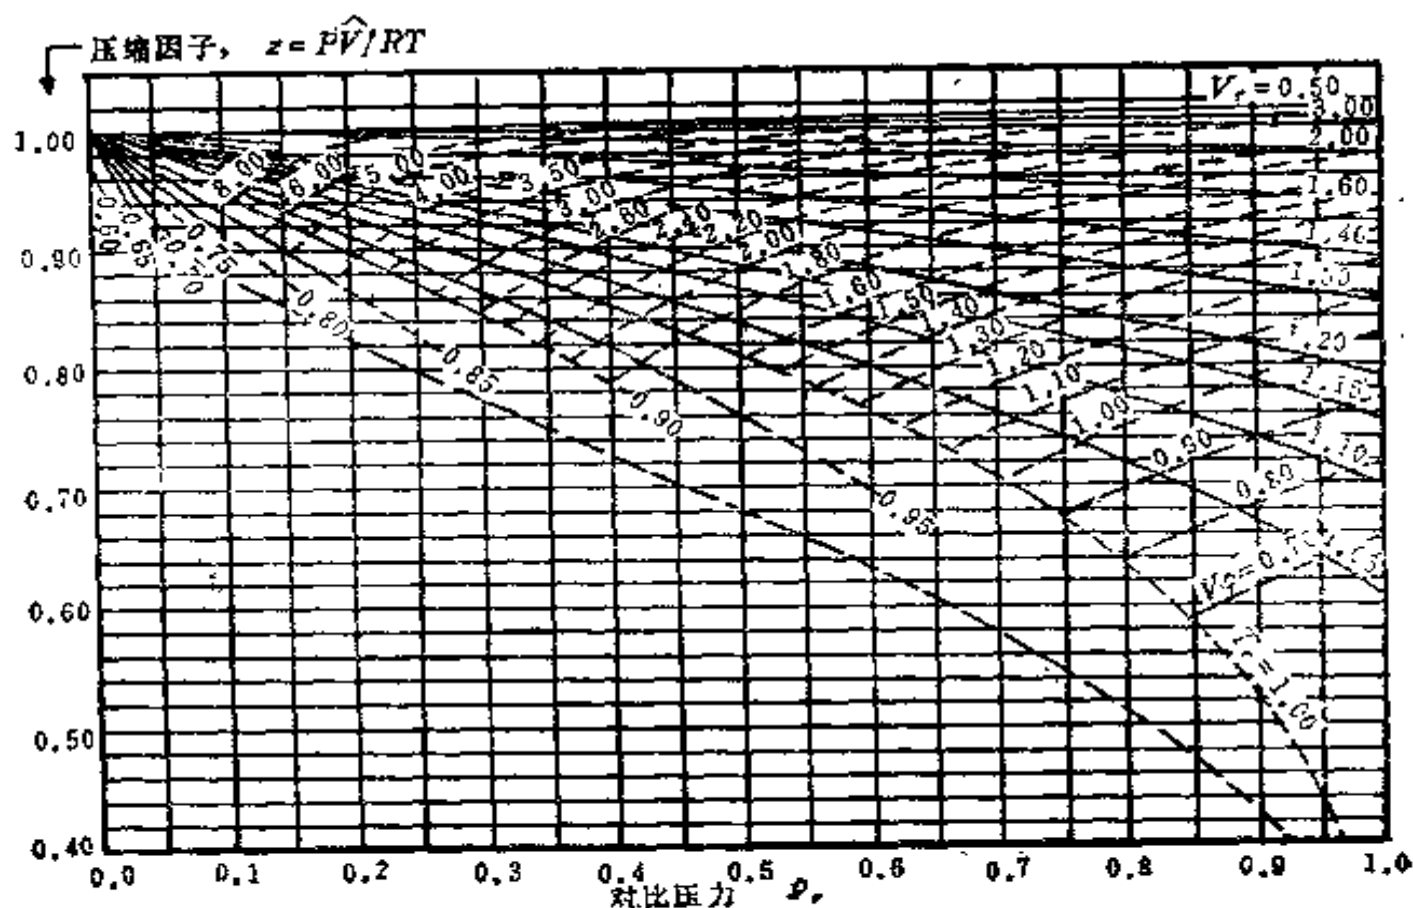
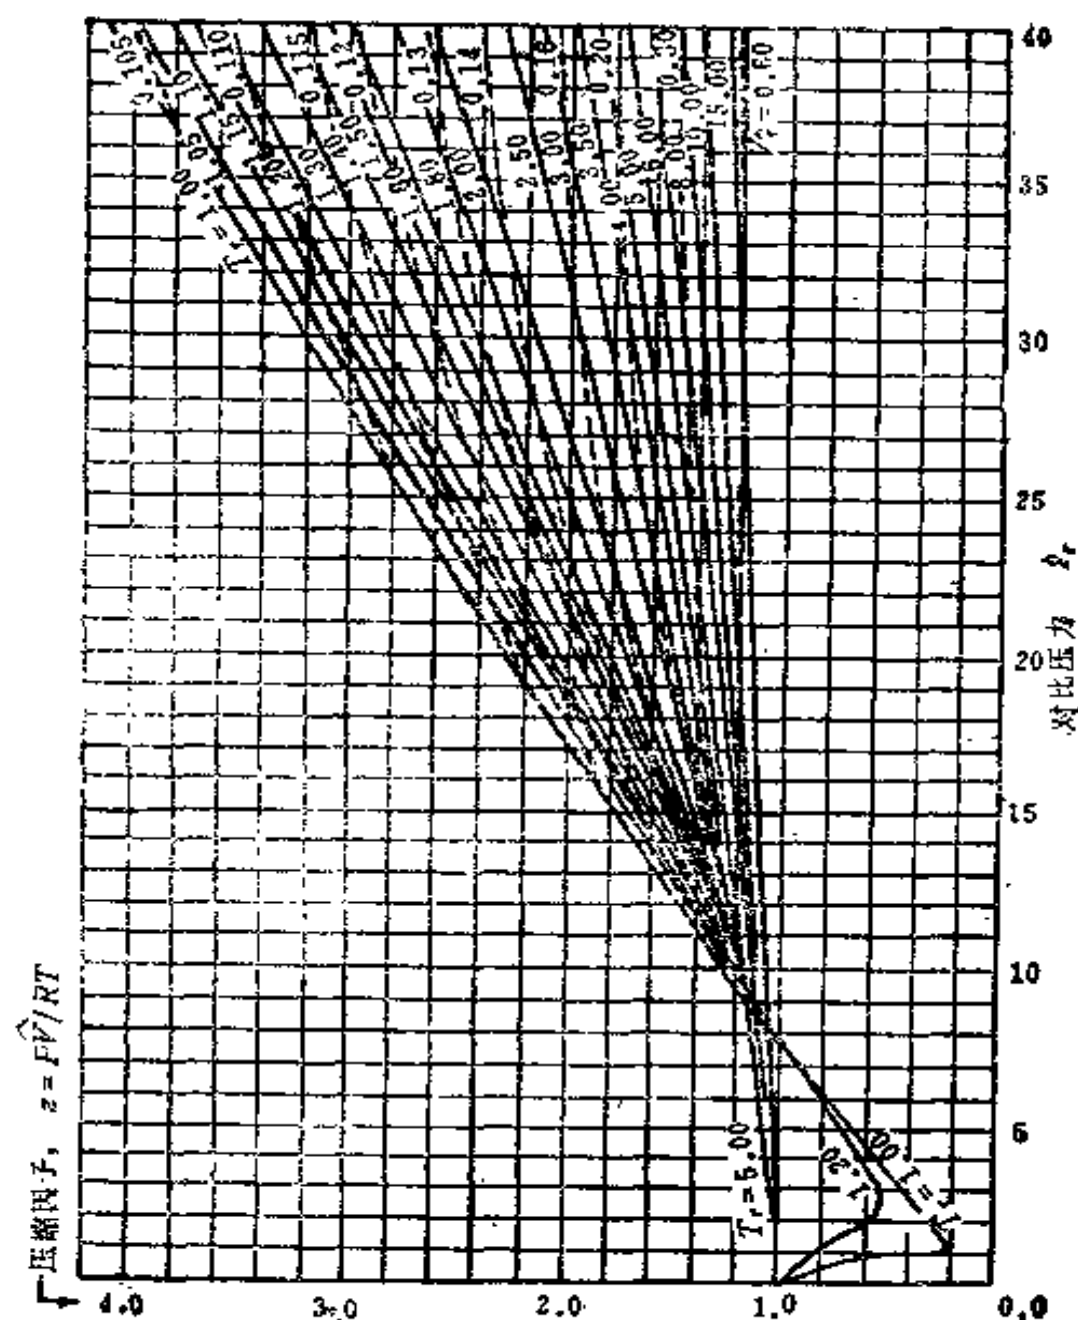

图 6-3-1 普遍化压缩因子图(低压区)
图6-3-3 普遍化压缩因子图(高压区)
然而，如果用 T 和 P 以外的独立变量来绘制一张测定所有气体压缩因子的通用图是有可能的。这种图的一部分示于图 6-3-1 至图 6-3-3，它们称为普遍化压缩因子图。
由图6-3-3可知, $T_r = 2$ 和 $V_r = 0.161$ 的交点大约在 $z = 1.77$ 处。从压缩因子状态方程, 就能计算
2. 为什么形状象图6-3-1所示的图，如果图的参数是 T 和 P 的话，这种图是没有用处的？
由图6-3-3查得平均压缩因子